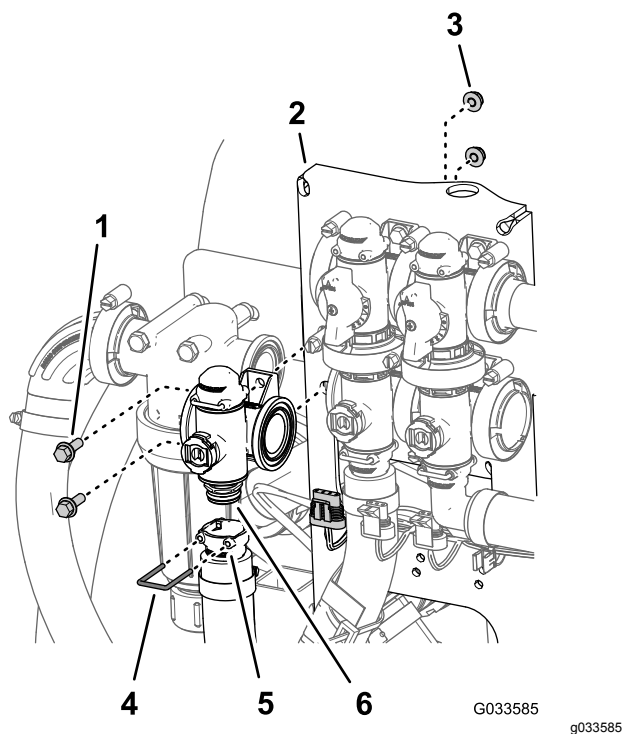

Figure 111
2. Retirez l'étrier qui fixe le raccord de sortie à l'accouplement du collecteur du régulateur de débit (Figure 111).
- Retirez les 2 boulons à embase ( $\frac{1}{4}$ " x  $\frac{3}{4}$ " ) et les 2 contre-écrous à embase ( $\frac{1}{4}$ " ) qui fixent le régulateur de débit au support, puis déposez le collecteur de la machine (Figure 111).